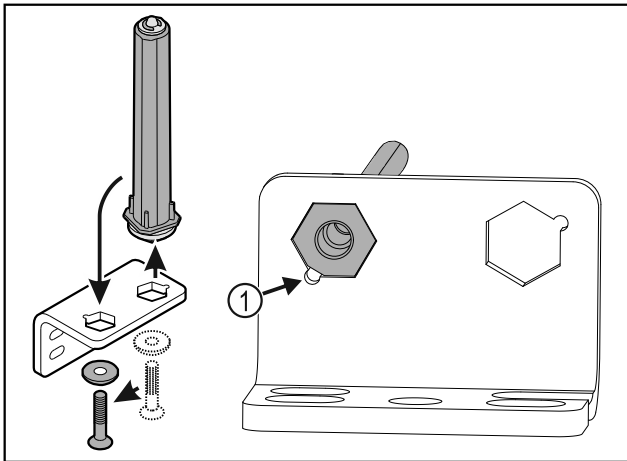

Fig. 35
- ▶ Ügyeljen arra, hogy felhelyezéskor a csapszeg élettörése Fig. 35 (1) a kerek furat felé mutasson.